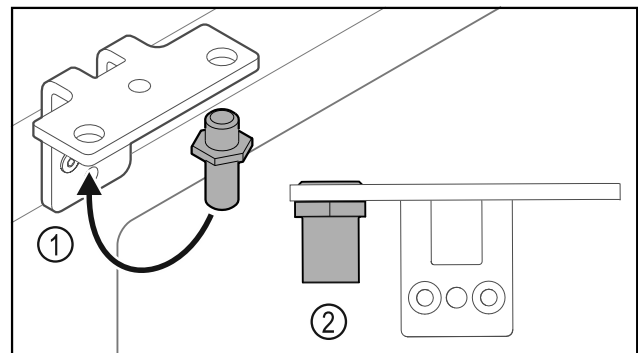

Fig. 38
- ▶ Mettre l'axe Fig. 38 (1) dans l'autre trou de l'équerre de charnière.
- ▶ Serrer l'axe Fig. 38 (2) au **couple de 12 Nm (9 ft-lb)**.